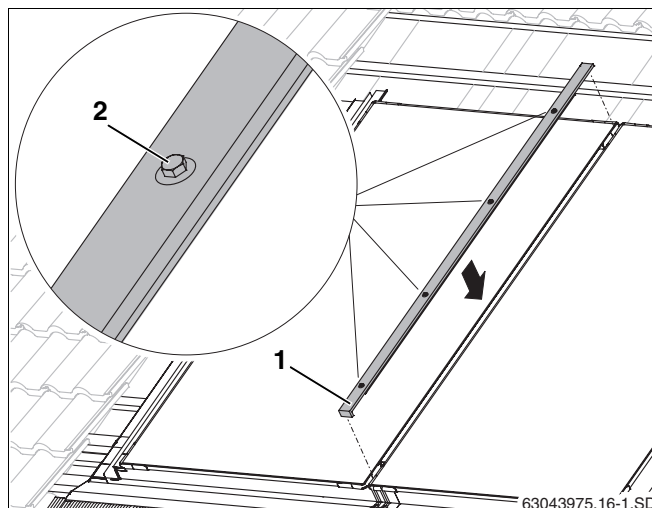

Fig. 50 Listón protector central
- ▶ Introduzca el listón de protección (fig. 50, **pos. 1**) con el canteado hacia abajo en el espacio entre dos colectores y céntrelo.
- ▶ Apriete a mano los tornillos (fig. 50, **pos. 2**) comenzando por abajo con la llave de tamaño 8.